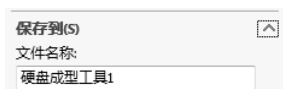

图 10-187 将成型工具命名
⑬ 保存成型工具。在 FeatureManager 设计树中右击成型工具零件名称, 在弹出的菜单中选择“添加到库”命令, 如图 10-185 所示。这时, 会弹出“添加到库”属性管理器, 在“设计库文件夹”栏中选择“lances”文件夹作为成型工具的保存位置, 如图 10-186 所示。将此成形工具命名为“硬盘成型工具 1”, 如图 10-187 所示。保存类型为“.sldprt”, 单击 (确定) 按钮, 完成对成型工具的保存。